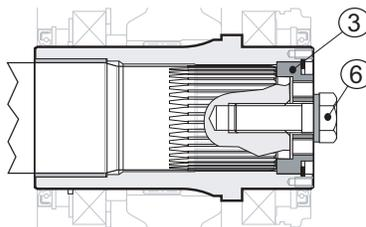

Fig. 19
Sostituire la barra (pos. 4) con la vite (pos. 6), serrandola a fondo, applicando una forza come da Tabella 4: Coppie di serraggio (pag. 19), utilizzando inoltre un freno filetti medio (vedi Fig. 19 (pag. 27)).